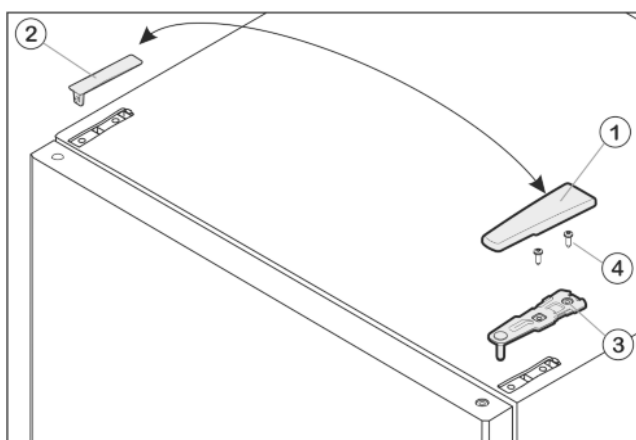

Fig. 6
- ▶ Kryt Fig. 6 (1) stáhněte dopředu a nahoru.
- ▶ Kryt Fig. 6 (2) zvedněte.
- ▶ Horní stojan ložiska Fig. 6 (3) odšroubujte (2 krát Torx® 25) Fig. 6 (4) a stáhněte nahoru.
- ▶ Horní stojan ložiska Fig. 6 (3) vložte na nové straně závěsu do dvířek.
- ▶ Horní stojan ložiska **přišroubujte (s 4 Nm)** (2krát Torx® 25) Fig. 6 (4). Díry pro šrouby případně předem propíchněte nebo použijte akumulátorový šroubovák.
- ▶ Kryt Fig. 6 (1) a kryt Fig. 6 (2) vždy na opačné straně zvenku nasadíte a zaklesnete.